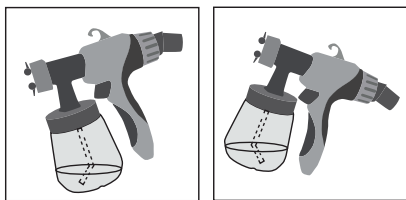

Рис. 2
- в)** установите всасывающую трубку в зависимости от обрабатываемой поверхности: при горизонтальной поверхности поверните трубку вперед, при вертикальной – назад (Рис. 2);